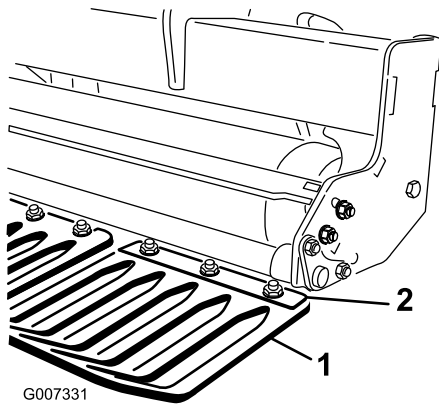

Рисунок 17
1. Ослабьте гайки крепления зажимов травотбойника к монтажному брусу травотбойника (Рисунок 17).